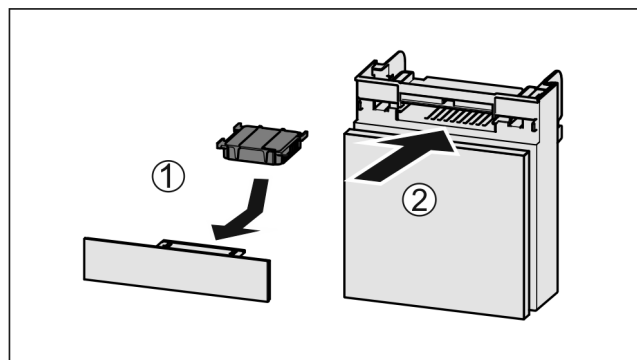

Fig. 255
- ▶ Insérer le filtre à charbon actif d'après le schéma Fig. 255 (1).
- ▶ Insérer le compartiment Fig. 255 (2).